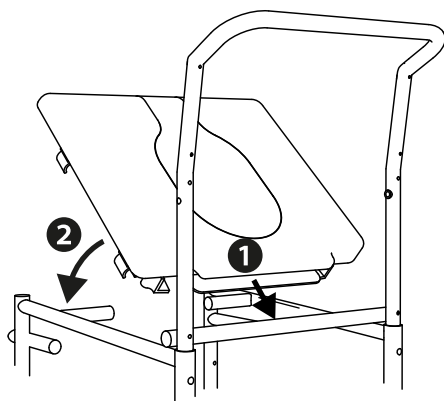

Fig.7
2. Prendere il sedile imbottito e infilarlo con l'incavo nella traversa posteriore del telaio (1, fig. 7).